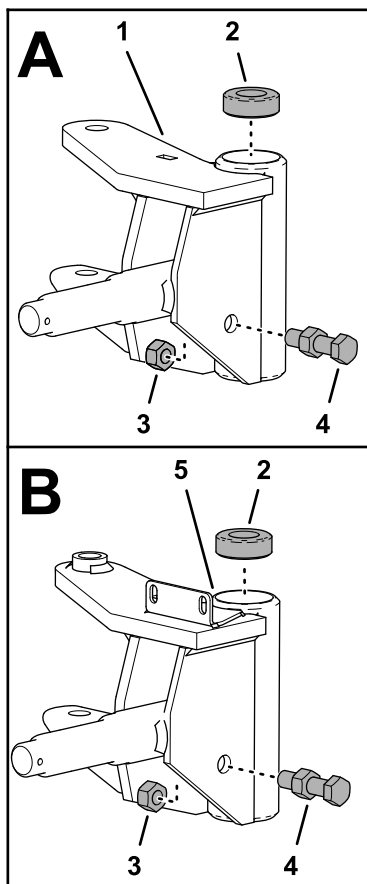

Figura 9
3. Retire el casquillo de empuje de la parte superior de la mangueta izquierda antigua (Figura 9).
4. Retire la tuerca (1/2") que sujeta el perno de tope del eje a la mangueta (Figura 9).
5. Monte el perno de tope del eje y la tuerca en el orificio de la mangueta izquierda nueva (Figura 9).
6. Sujete el perno de tope a la mangueta (Figura 9) con la tuerca que retiró en el paso 4.
7. Monte el cojinete de empuje en la parte superior de la mangueta izquierda nueva (Figura 9).